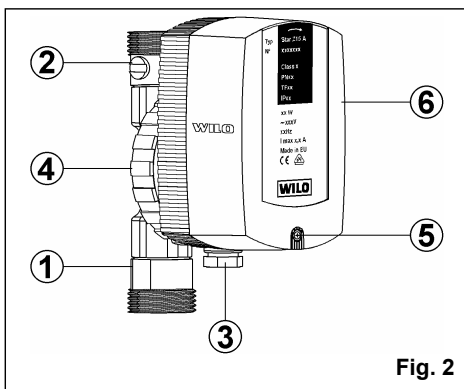
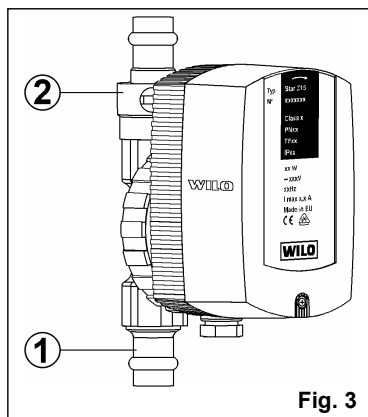

Fig. 2
Fig. 3
Насос Z15A (рис.2) выполнен в сборе с арматурой и готов к монтажу. Со стороны всасывания установлен шаровый кран, а на выходе насоса - обратный клапан, которые являются необходимыми для работы в циркуляционных системах.
Насос Z 15 APress (рис. 3) имеет обжимные соединения для монтажа к трубам: шаровый кран установлен на стороне всасывания, обратный клапан - на выходе насоса.
- У насосов Z 15 A/C обратный клапан вкручен в напорный штуцер (рис. 2, поз. 1), а шаровой кран - во всасывающий. У насосов Z 15APress обратный клапан встроен в напорный патрубок (рис. 3, поз. 1), тогда как шаровой кран встроен во всасывающий патрубок (рис. 3, поз. 2). Шаровый кран открыт, если положение его шлица соответствует направлению потока. Кран закрыт, если положение шлица перпендикулярно направлению потока.
- Ввод кабеля (рис. 2, поз.3) всегда должен располагаться внизу, чтобы избежать попадания влаги внутрь корпуса двигателя. Для изменения положения двигателя относительно корпуса насоса необходимо ослабить соединительную гайку (рис. 2, поз.4) и повернуть двигатель в нужное положение.
- Подключение выполнять согласно рисунку 6. Открутить винт (рис. 2, поз. 5), снять кожух (рис. 2, поз. 6) со стопорным замком. Подключение показано на клеммной планке.
- Отвернуть соединительную накидную гайку (рис. 2, поз. 4) и демонтировать мотор с рабочим колесом. Восстановить свободное вращение путем очистки и промывки. Перед разборкой насоса закрыть запорную арматуру на входе и выходе насоса и дать остыть насосу.